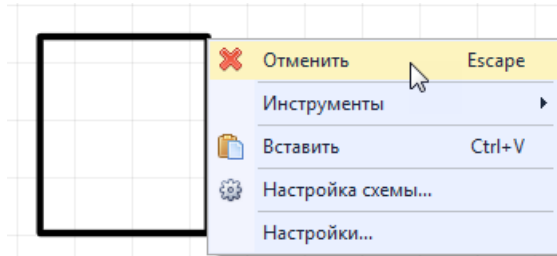

Рис. 374 Отмена размещения фигуры
- Размещение фигуры можно отменить, для этого нажмите Esc или вызовите контекстное меню и выберите «Отменить», Рис. 374.